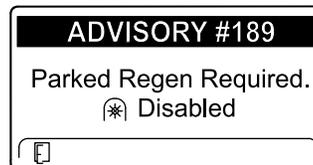

Figura 20
- Se non eseguite una rigenerazione parcheggiata entro 2 ore, l'InfoCenter visualizza il messaggio di richiesta della rigenerazione parcheggiata e di disabilitazione della presa di forza ADVISORY #189 (Figura 20).